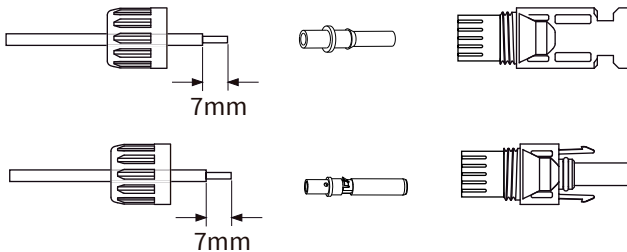

Abb. 5.3 Abschrauben der Überwurfmutter
a) Das DC-Kabel ca. 7mm absolieren, die Überwurfmutter des Steckers abschrauben (Abb. 5.3).